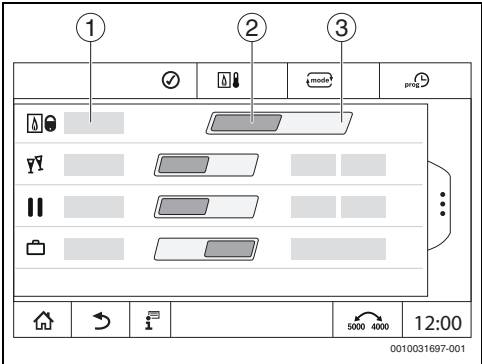

Рис. 1 Блокировка/разблокировка стандартного теплогенератора
- коснитесь **Разблокировка** (→ рис. 1, [2], стр. 6).